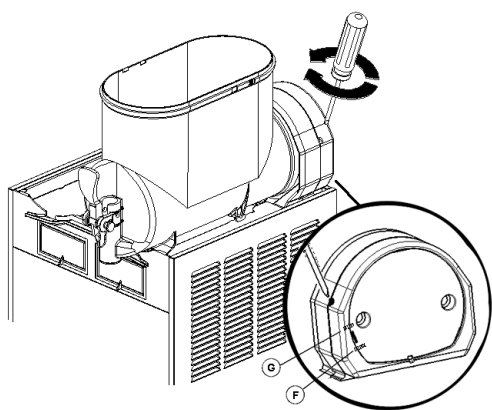

figura 5
**1 Regolazione della densità:** la densità ottimale della granita è stata regolata in fabbrica. Volendo variare tale densità girare con un cacciavite l'apposita vite di regolazione alloggiata in ciascuna delle pareti posteriori del distributore (vedere figura 5):